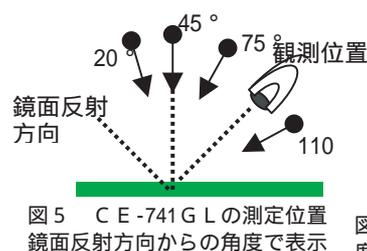
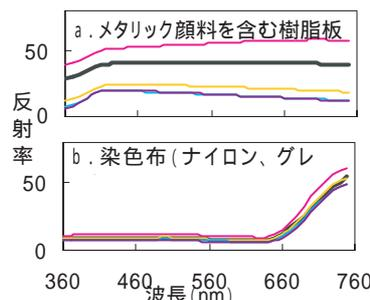

図5 CE-741GLの測定位置
図6 CE-3100とCE-741GLによる測定結果
3. マルチアングル分光光度計 [マクベス CE-741GL] [図4] メタリックやマイカ塗装、観測角度で色が異なるプラスチック成形物などの測定に使用します。本装置では、図5に示される観測位置に対して、4つの角度に光源を配置したときの分光測定を行い、異なった方向から観測される色の測定が可能になります。例えば、図6で示されるように、メタリック顔料を含む樹脂板では、観測方向によって色(分光カーブ)は大きく異なりますが、染色布では観測方向の寄与が顕著ではありません。本装置の測定では、試料表面